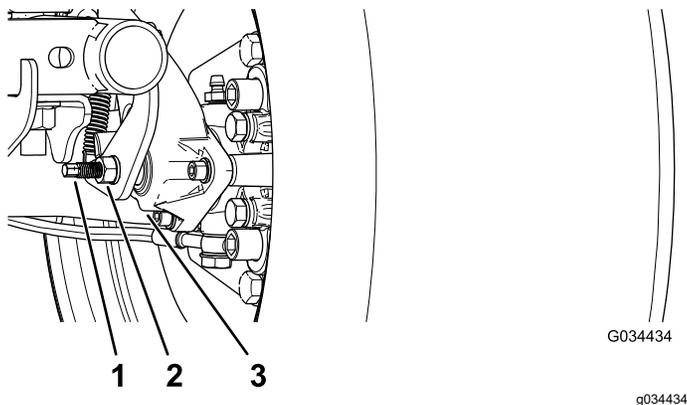

Рисунок 63
3. Используя два ключа, удерживайте регулировочный штырь на суппорте одним ключом и ослабьте контргайку на  $\frac{1}{4}$  оборота другим ключом (Рисунок 63).
4. Удерживая регулировочный штырь и контргайку на месте, поверните регулировочный штырь для затягивания (Рисунок 63).
5. Удерживая регулировочный штырь и контргайку на месте, отверните штырь на  $\frac{1}{4}$  оборота (Рисунок 63).
6. Удерживая регулировочный штырь и контргайку на месте, затяните контргайку (Рисунок 63).